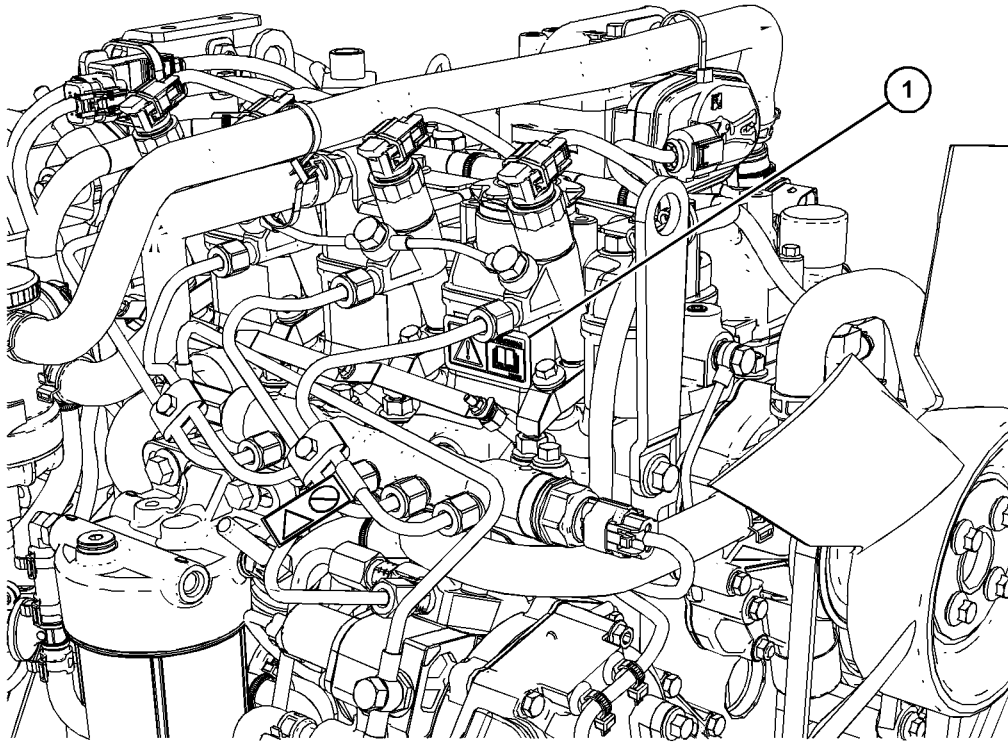

Abbildung 2
Das allgemeine Warnschild (1) befindet sich an der Seite des Ventiltriebdeckels. Siehe Abbildung 2 .